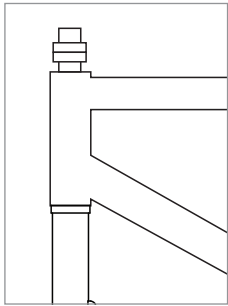

Figure 3
- Ajoutez une ou plusieurs entretoises au tube de pivot (Fig. 3).